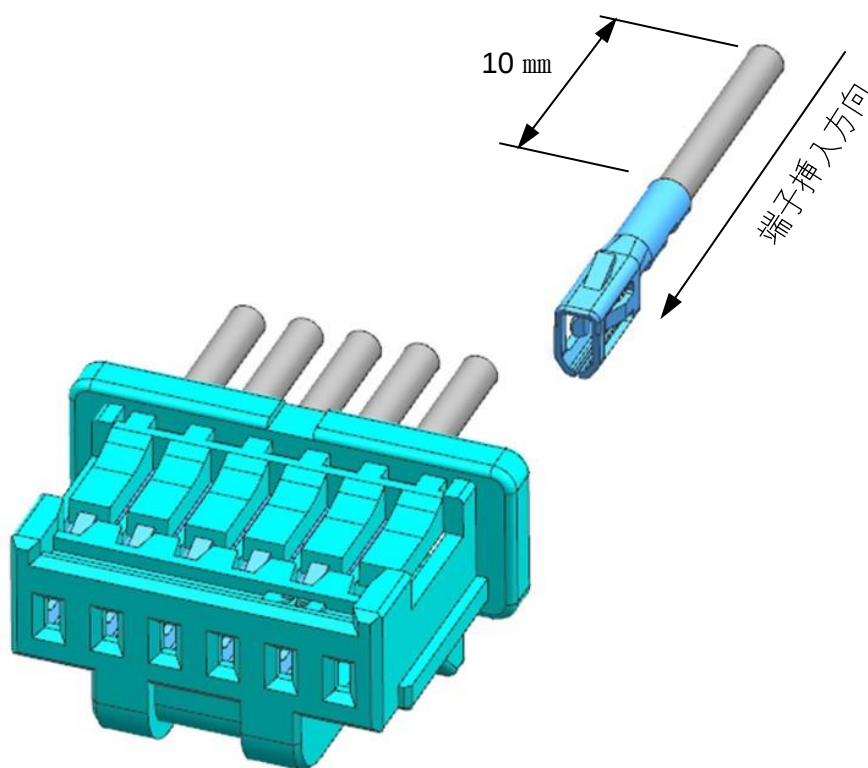

図 6-1
- ③ 端子ランス部が、RECEPTACLE HOUSING の中央に向かうように持ち、端子が突き当たる位置まで(最大 4.9N の力で)ゆっくりと真っ直ぐ装着して下さい。(図 6-1)